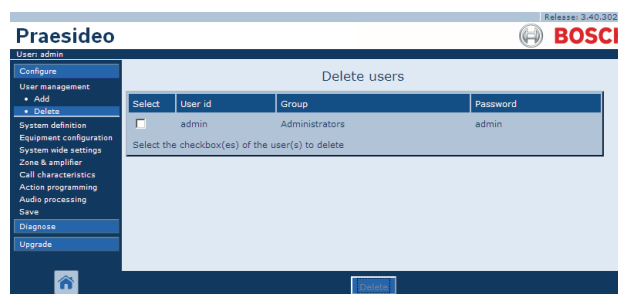

Abb. 41.7: Benutzer löschen, Schritt 3
- 3 Klicken Sie auf die Schaltfläche *Delete*, um das Benutzerkonto zu löschen. Im Mainframe der webbasierten Benutzeroberfläche erscheint ein Bildschirm, der dem in Abb. 41.7 ähnelt. In diesem Bildschirm ist das gelöschte Benutzerkonto nicht mehr aufgeführt.